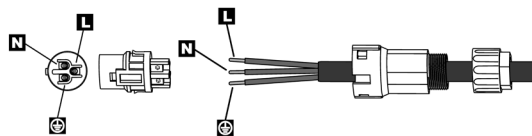

Fig. 30. Conexión y fijación del manguito en el terminal AC.
- d. De acuerdo con la Fig. 30, empujar el manguito roscado hasta conectarlo en el cabezal del terminal de AC y luego girar el prensaestopas en el sentido de las agujas del reloj para bloquearlo.